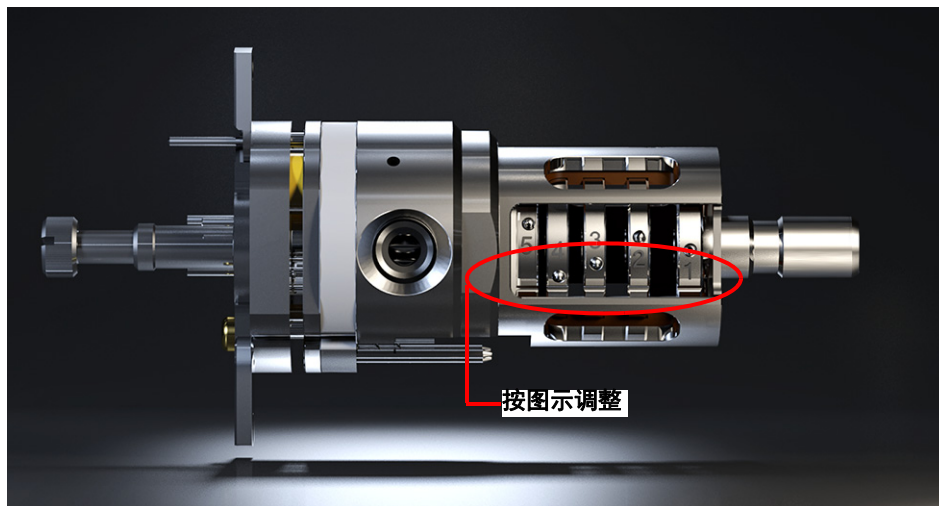

图 39 组装 EI HES
- 1 在透镜绝缘体中组装 5 个透镜。（请参阅图 39（第 130 页）。）透镜编号已镌刻在每个透镜的外围。